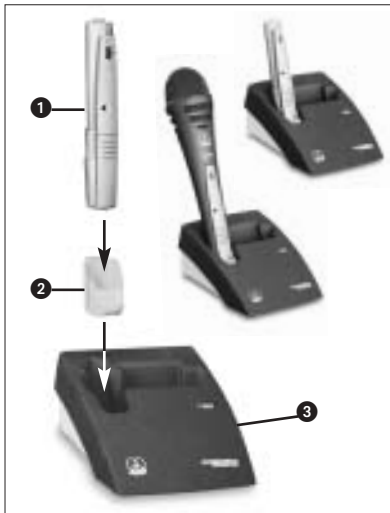

Abb. 3: Akku aufladen mit optionaler Ladestation CU 40
3.2 Betrieb mit Akku (siehe Abb. 3)
Zum Aufladen des Akkus brauchen Sie nur das Sendermodul (1) mit dem Ladeadapter (2) wie in Abb. 3 gezeigt in die optionale Ladestation CU 40 (3) zu stellen.